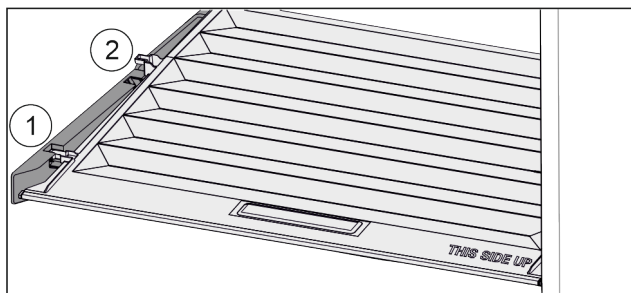

Fig. 36
- Vytáhněte víko dopředu až k otvoru v přídržných dílech Fig. 36 (1).
- Vzádu zespuď nadzvedněte a vyjměte směrem nahoru Fig. 36 (2).